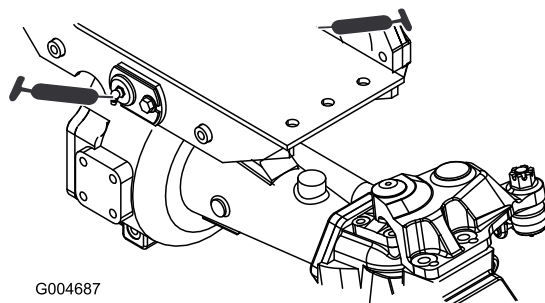

Figure 37
- 2 bagues de pivot d'essieux avant et arrière (Figure 37)